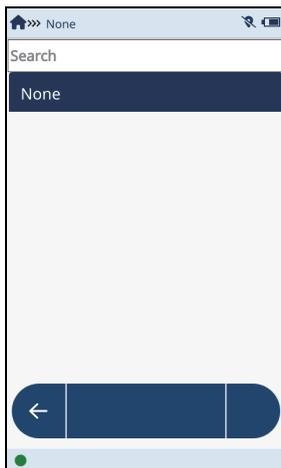

图 2-64 通过点击None（无）完成确认操作
3. 在接下来出现的屏幕中点击**None**（无），确认所做的选择（参见第78页的图 2-64）。